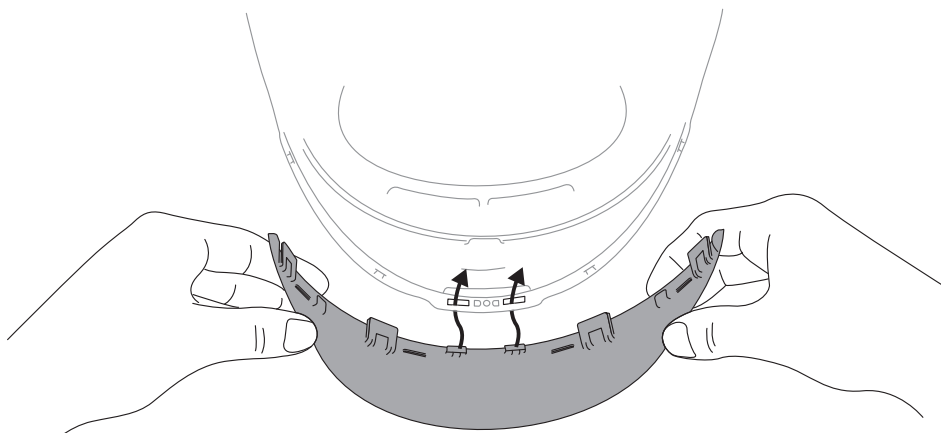
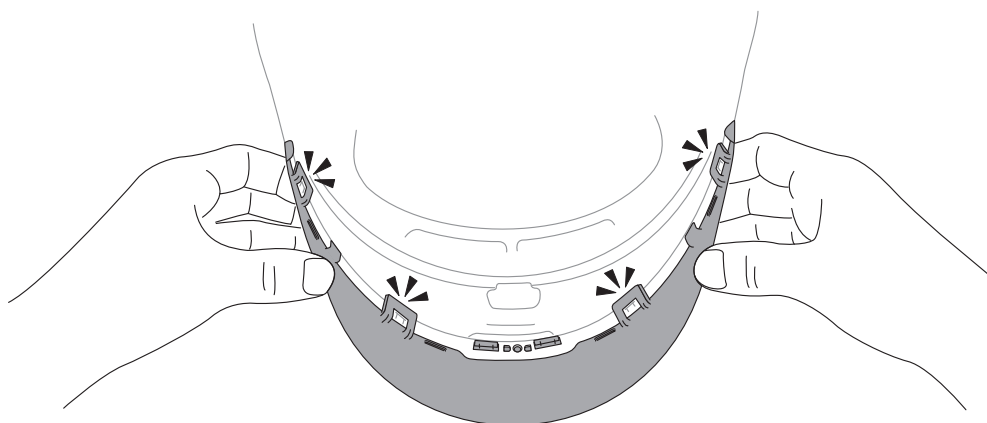
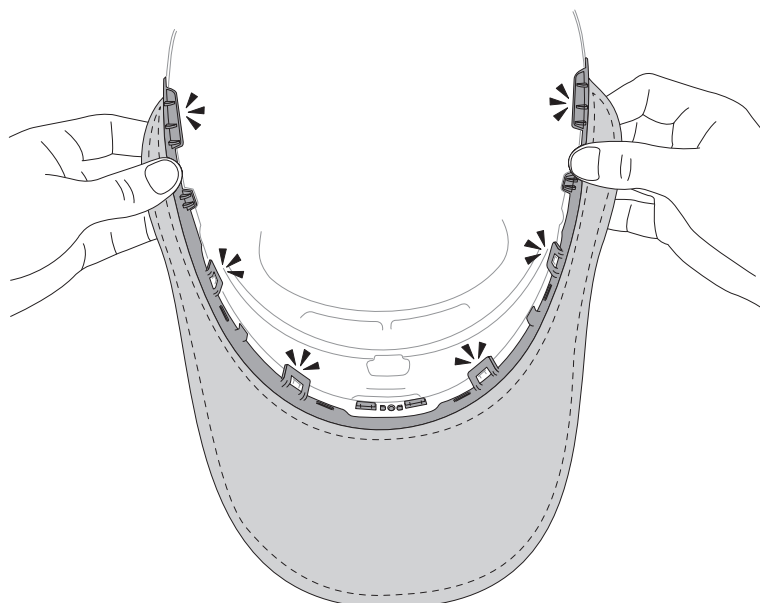

Fig. 30b
Fig. 30c
Fig. 30d
- Para volver a colocar el protector para cuello acanalado, primero alinéalos con las dos inserciones pequeñas en el centro del protector para cuello. A continuación, alinea los 4 ganchos a lo largo de la parte inferior del protector para cuello y desliza el protector rígido para cuello de plástico en su lugar. Se escuchan cuatro sonidos de “clíc”. El protector para cuello está ahora correctamente instalado (Fig. 30b y 30c).
- d. El protector para cuello de tela o cuero tiene un juego adicional de ganchos de retención en el borde exterior distal. Para colocar el protector para cuello de tela o cuero, alinea con las dos inserciones pequeñas en el centro del protector para cuello como en la ilustración, Fig. 30b. Luego, encaja los 4 pestillos como en la ilustración, Fig. 30c, y los ganchos externos adicionales (Fig. 30d).